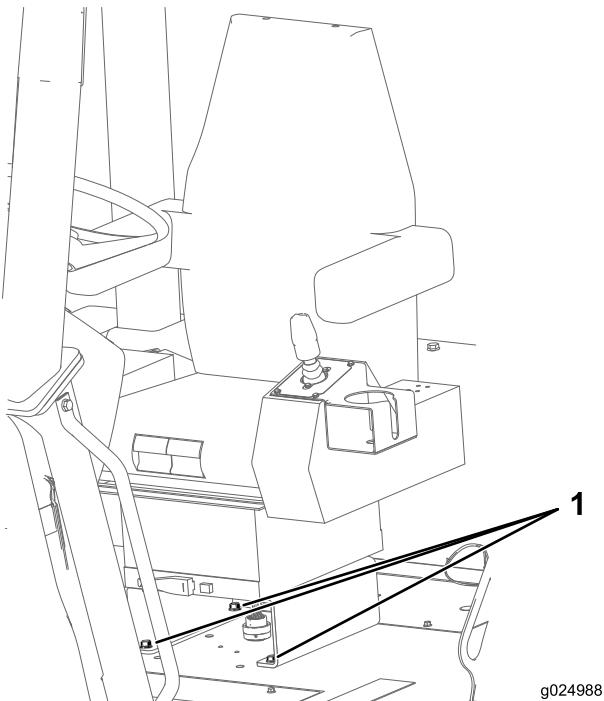

Figura 118
1. Verifique se os parafusos de fixação do banco ao chassi da máquina estão apertados com torque de 27 a 34 N m (20 a 25 pol.-lb); consulte a Figura 118.